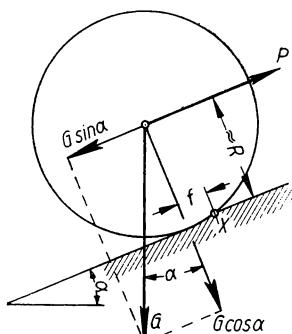

Bild 261
c) Statische Momente für Kippkante X (Bild 261):